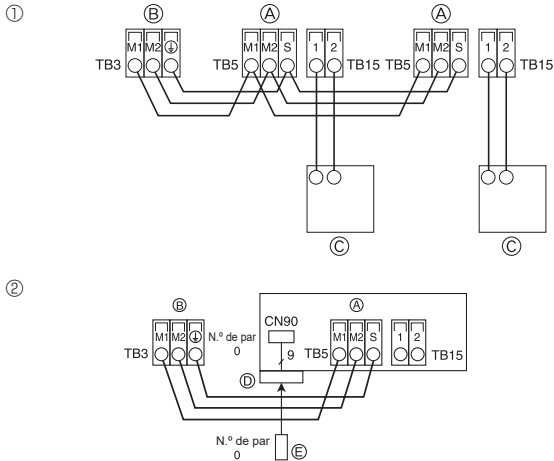

Fig. 4-8
4.5. Conectar los cables de transmisión del mando a distancia y de las unidades interior y exterior (Fig. 4-8)